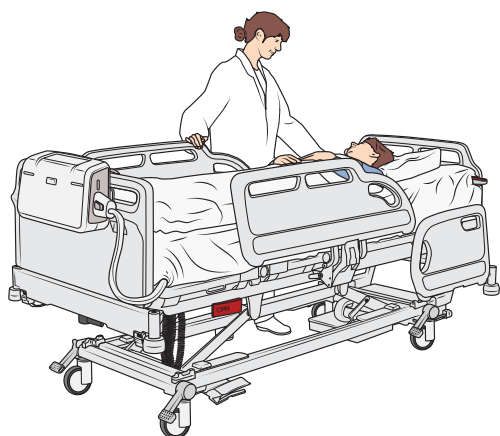

Figura 46
3. Coloque al paciente sobre el colchón Auralis con la cabeza en el cabecero y los pies en los pies de la cama (consulte la figura 46).